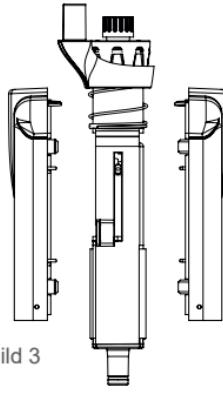

Bild 3
1. Drücken Sie leicht auf die Feder und ziehen Sie den Spitzkonus nach oben, um ihn aus der unteren Schiene zu entfernen (Bild 3).